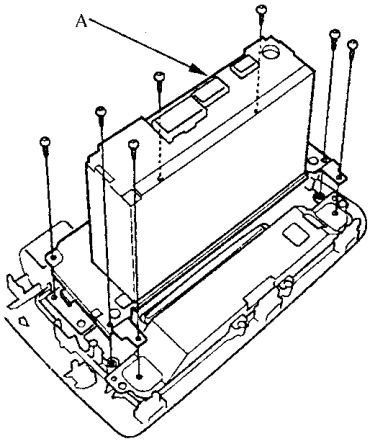

图 12-124 拆卸音响装置
- 5) 如图 12-124 所示，拆卸下 7 个装配螺钉，然后拆卸音响装置。